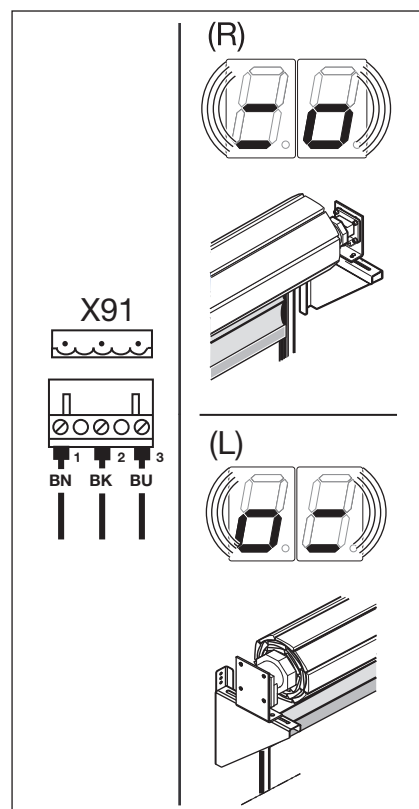

Рис. 6-3: Подключение электродвигателя X91, индикация Варианта монтажа «Справа» (R), «Слева» (L)
2. Подключение электродвигателя произведено в соответствии с рис. 4-6 / рис. 6-3.
3. Блок управления запрограммирован в меню программы **01** в соответствии с рис. 6-3 на Вариант монтажа «Справа» $\square \blacksquare$ (R) (см. гл. 6.6.1).
- ▶ Если в случае другого монтажа двигателя привода (например, Вариант монтажа «Слева») ворота двигаются в противоположном направлении, то при помощи меню программы **01** блок управления может быть перепрограммирован в соответствии с рис. 6-3 на Вариант монтажа «Слева» $\square \blacksquare$ (L). Таким образом, изменится направление вращения привода (см. гл. 6.6.1).